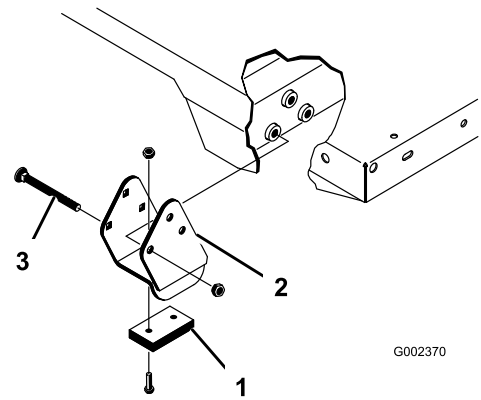

Figura 13
**Nota:** Verificate che le staffe distanziali e i blocchi di usura (Figura 13) siano montati, per non danneggiare il copriradiatore. Posizionate la testa tonda dei bulloni all'interno della macchina.